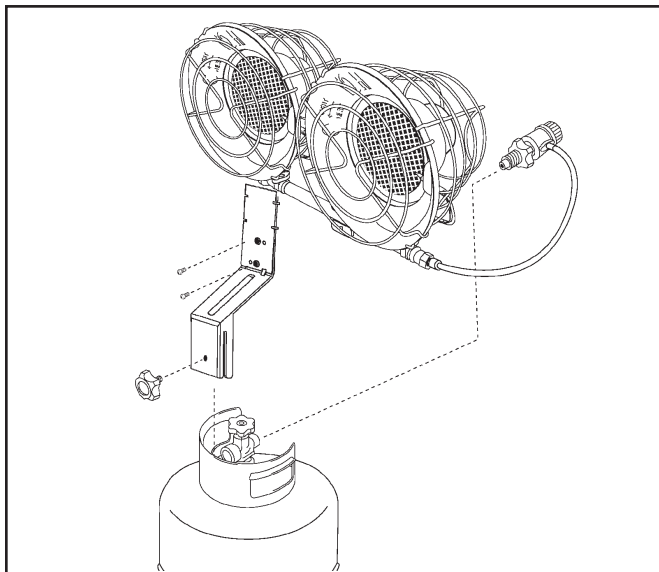

Figure 1.
**5a. Modèle à double brûleur MHS30T (voir la figure 1.)**